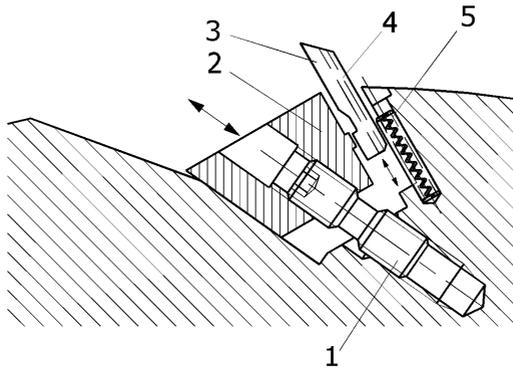

Abb. 5
(s. Abb. 5)
1. Gewindestift (1) ohne Keilbacke (2) mit Torxschlüssel ca. 1/2 Umdrehungen einschrauben, bis das Gewinde greift.
4. Den Gewindestift zusammen mit der Keilbacke soweit einschrauben, bis die in Abb.5 dargestellte Position erreicht ist.